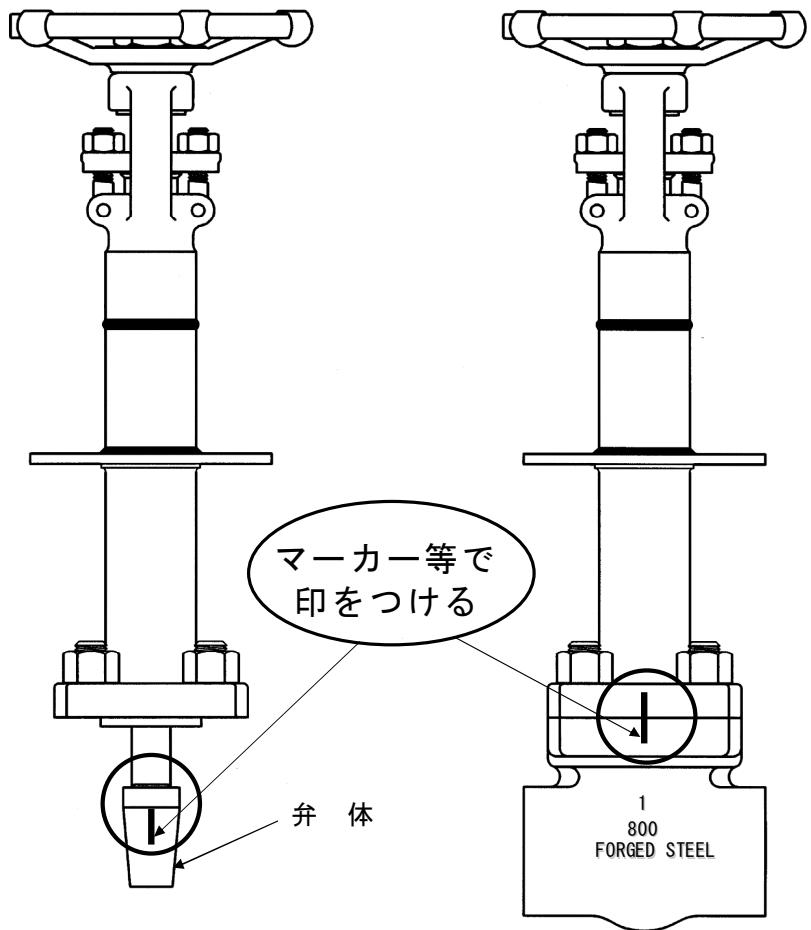

図 7.1 “合マーク”の仕方の例
- ふたボルトナットを緩めるまえに弁箱とふたをまたいでマーク一等で図 7.1に示すとおり“合マーク”の印をしてください。組立てするとき、“合マーク”に合わせます。
- ① 全閉状態にあるバルブは、ハンドル車を反時計廻りに廻し、バルブを中間開度の状態にしてください。全閉状態にある仕切弁は、弁体とシートリングのシート面が完全に密着していますから、この状態では、以降の分解を難しくしますので、組立てたままの状態でシート面が離れる状態までバルブを開くことにより分解しやすくなります。
- ② そのままの状態でふたボルトナットを1本ずつ対角線上に取り外してください。もし、残圧がある場合は、この時点でシューという音と共に漏れがあります。この場合は、シューという音が消えるまで、一時放置して残圧が無くなるのを確認し、作業の安全を確保してから作業してください。
- ③ ふたフランジ部を軽打し、弁箱から弁体、弁棒及びふたを組立てたままの状態で取外し、ガスケットだけの交換の場合は、この状態でガスケットを弁箱から取り出し、新品と換えることができます。
- ④ 弁棒より弁体を取り外す場合は、シート面に傷がつかないように注意してください。仕切弁の弁体は、再組立のための図 7.1に示すとおり“合マーク”を印して入方向が判るようにしておくことにより当たりの出ているシート面が合致して漏れを防止します。
- ふたボルトナットを緩めるまえに弁箱とふたをまたいでマーカー等で図 7.1に示すとおり“合マーク”的印をしてください。組立てするとき、“合マーク”に合わせます。
- ① 全閉状態にあるバルブは、ハンドル車を反時計廻りに廻し、バルブを中間開度の状態にしてください。
- ④ 弁棒より弁体を取り外します。
- ⑤ 弁棒の底部をホルダー（万力等）で支えます。
- ⑥ ハンドル押さえ用ナット、ワッシャーを取り外します。
- ⑦ ハンドル車を取り外します。
- ⑧ グランドボルトナットを両方とも取り外し、グランドフランジを上方に当ててルーズにします。
- ⑨ そのままの状態でふたを反時計廻りに廻しながら上方に引き抜きます。